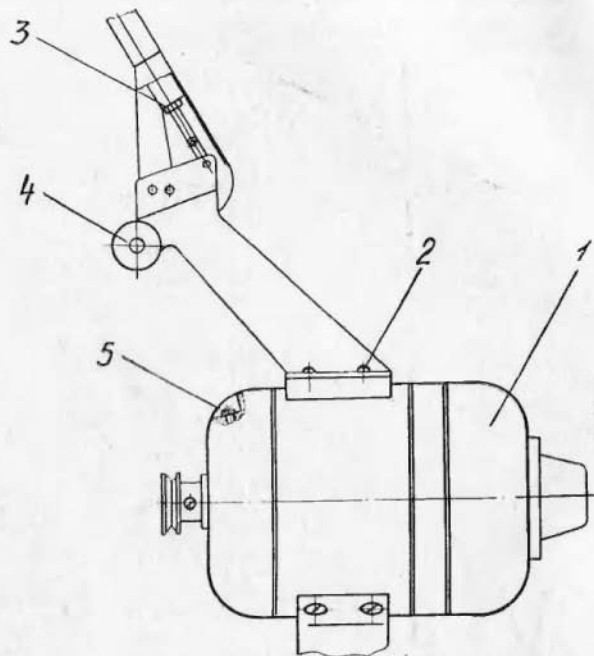

Рис. 2.
При невыполнении этого условия отворачиваются винты, которыми закреплена крышка 6, снимается эта крышка и производится регулирование натяжения пружины регулировочной гайкой 3 (рис. 2).
6.2.1. Установите стойку бормашины с кронштейном и приверните винтами 2 (рис. 2) к корпусу электродвигателя.
7.6. Уход за электродвигателем бормашины производить согласно паспорту на электродвигатель ЭК-8. Для заливки масла в масленку заднего щита необходимо снять колпак 1 (рис. 2).